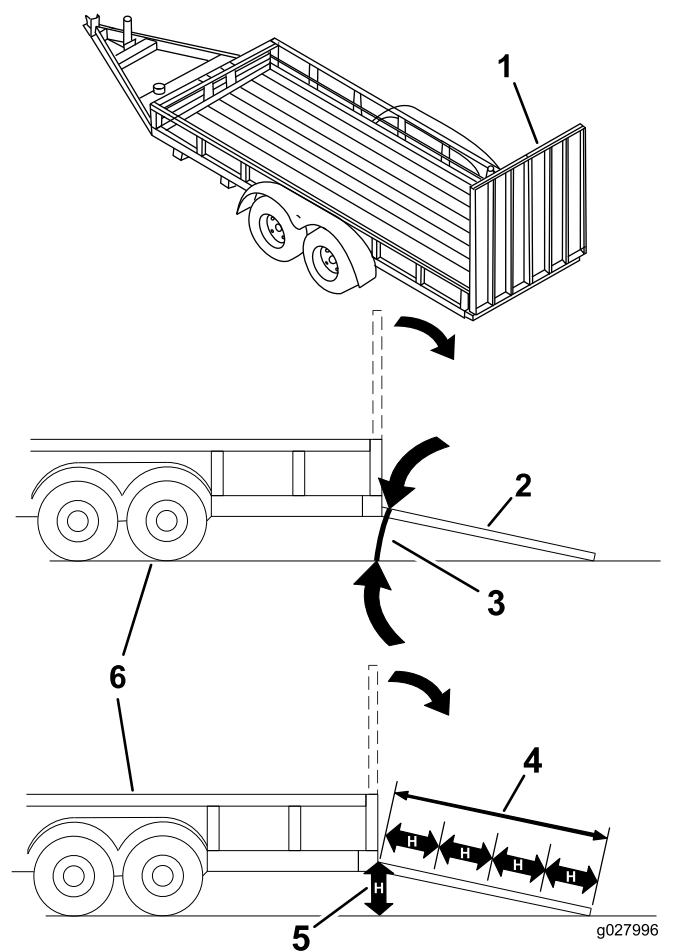

Figure 31
Le chargement de la machine sur une remorque ou un camion augmente le risque de basculement, et donc de blessures graves ou mortelles (**Figure 31**).
3. Abaissez la rampe pour que l'angle avec le sol ne dépasse pas 15 degrés (Figure 31).
1. Abaissez la rampe pour que l'angle avec le sol ne dépasse pas 15 degrés (Figure 31).